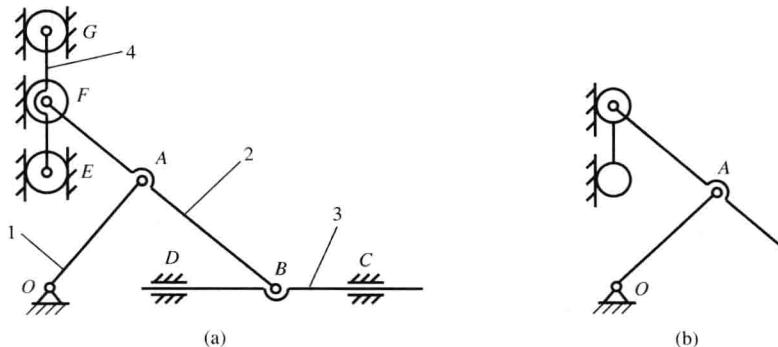

图 1-4 高副引入的虚约束
(2) 两构件组成一处以上公法线平行且共线的高副或两处以上公法线平行的高副。例如: 在图 1-4(a)中, 在 G 点滚子和机架两处接触, 公法线平行共线, 有一个虚约束, E 点也如此, 在 E, F, G 三处都有局部自由度, 应视为构件 4 的一部分, 构件 2 和构件 4 的转动副保留,
三个高副可去除一个,而构件 4 运动轨迹不变,可视为图 1-4(b)的等效机构。
在图 1-4 中, 构件 2 有三个转动副, 外接 4, 1, 3 三个构件, 构件 3 可去除, 不影响构件 2, 4 的运动轨迹, 同理, 如果去除构件 4 而保留构件 3, 则构件 2, 3 的运动轨迹也不受影响。